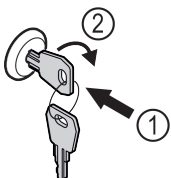

Fig. 150
- ▶ Schlüssel hineindrücken Fig. 150 (1).
- ▶ Schlüssel um 90° im Uhrzeigersinn drehen Fig. 150 (2).